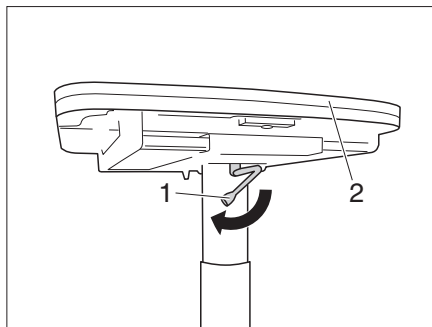

Bild 109 Tisch absenken
- Den Verriegelungshebel (Bild 109,1) nach links schwenken. Die Verriegelung ist offen.
- Die Tischplatte (Bild 109,2) in der Mitte nach unten drücken und gedrückt halten.
- Den Verriegelungshebel (Bild 109,2) nach rechts schwenken. Der Hubtisch ist verriegelt.